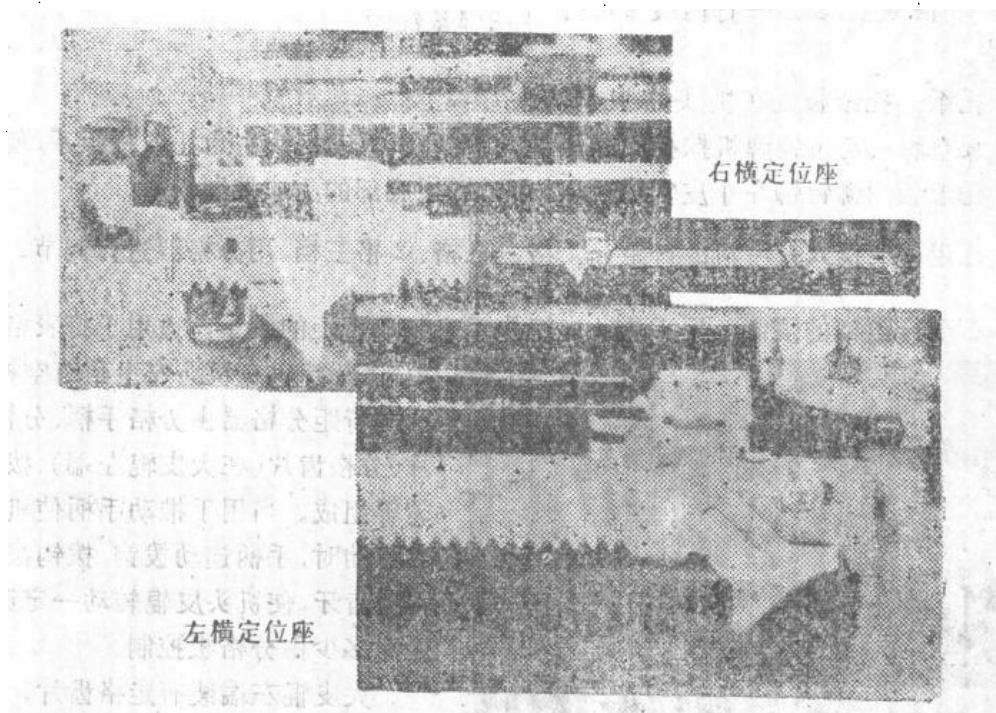

图 2-9
G. 左、右横定位座 机头左、右横定位座(见图 2-9)是用来选择压纸杆标尺上 88 格的使用范围。掀下白色塑料左横定位座钮,以钮上红线为准,调节纸左边的留空距离;掀下右横